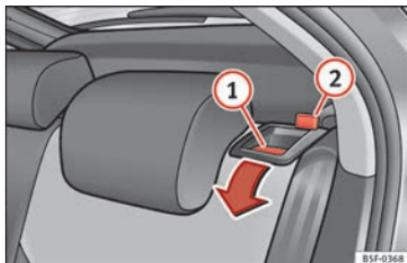

Abb. 150 Entriegelungshebel der Rückenlehne.
- Entriegelungshebel » **Abb. 150** **①** in Pfeilrichtung drücken.
- Klappen Sie die Rückenlehne zurück, bis sie korrekt einrastet » **⚠**. Bei korrektem Einrasten ist die rote Markierung der Führung nicht mehr zu sehen » **Abb. 150** **②**.